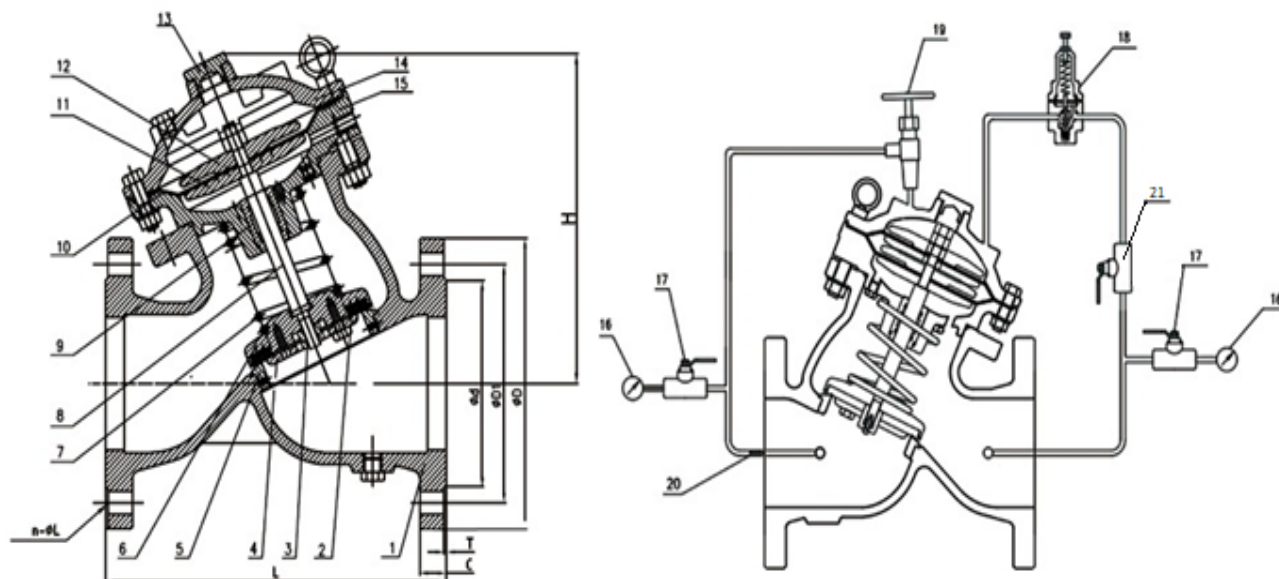

Рисунок 1
4.2 Редукционные клапаны модели SK720X – клапан с пилотным управлением. Редукционный клапан (рис.1) состоит из чугунного корпуса поз. 1, соединенного с чугунной крышкой поз. 14, между которыми «зажата» диафрагма поз. 10. В полости между крышкой и диафрагмой находится пружина поз. 7, создающая дополнительное усилие на диафрагму.
7.7 Разборку комплектующих элементов (рис. 1) выполнять в соответствии с сопроводительной документацией на комплектующие: